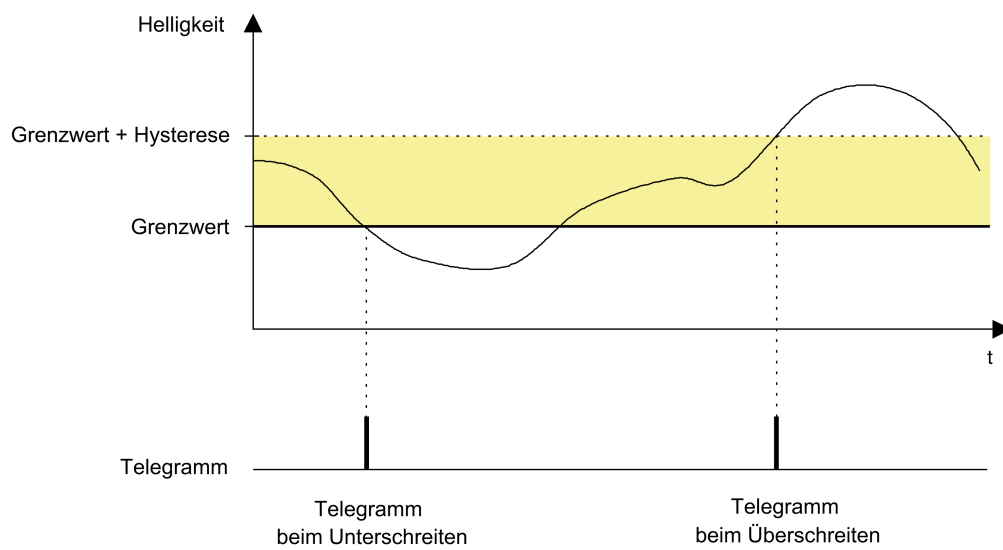

Bild 66: Beispiel 2 zur Grenzwertdefinition
2. Helligkeitsgrenzwert = Untere Schwelle (siehe Bild 66)